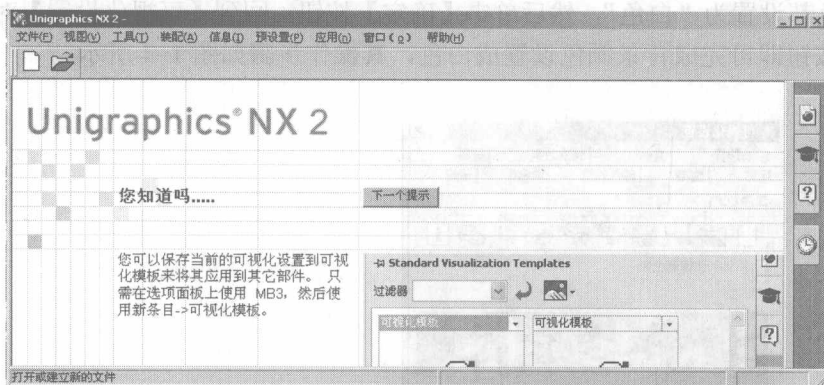

图 1-2 UG NX 的初始界面
1) 单击【开始】/【程序】/【Unigraphics NX】/【Unigraphics】菜单命令，启动 UG NX 软件。系统启动的初始界面如图 1-2 所示。